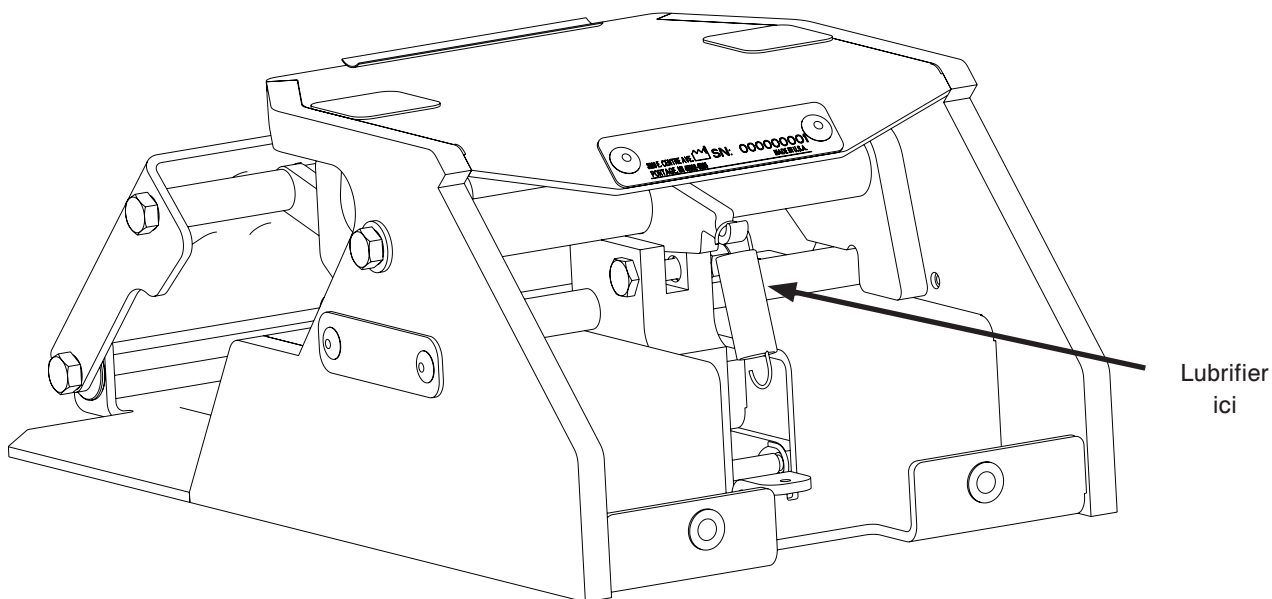

Figure 19 – Lubrification du dispositif de fixation
- Pulvériser du lubrifiant Tri-Flow® avec Teflon® (n° de pièce Stryker 6082-199-012) sur les zones indiquées avec des flèches à la Figure 19.